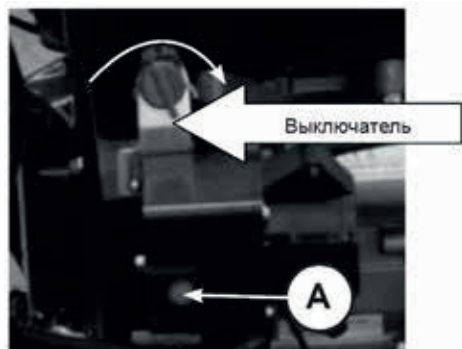

Рис.34
- Установите выключатель в положение ON (Вкл). Нажмите и удерживайте кнопку запуска (A) электрического стартера (Рис.34).